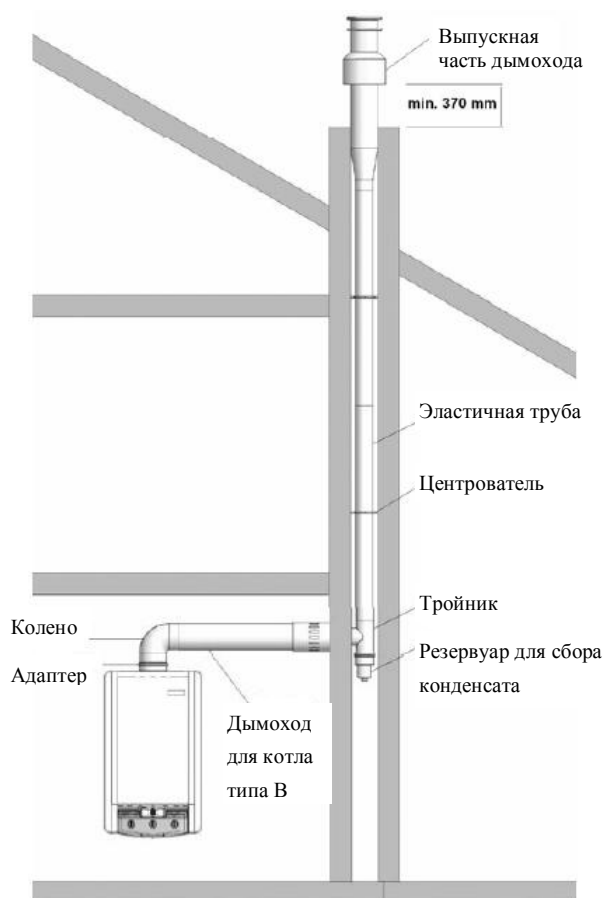

Рис. 18
i) Если к котлу не подключен комнатный термостат, выньте перемычку из гнезда XI A, указанном на Рис. 1. - Штекер пульта дистанционного управления необходимо напрямую подключить к гнезду XI A, как показано на Рис. 18. Кроме этого, на этом рисунке вы видите, как необходимо подключить входной адаптер 9В пульта дистанционного управления и телефонную линию.